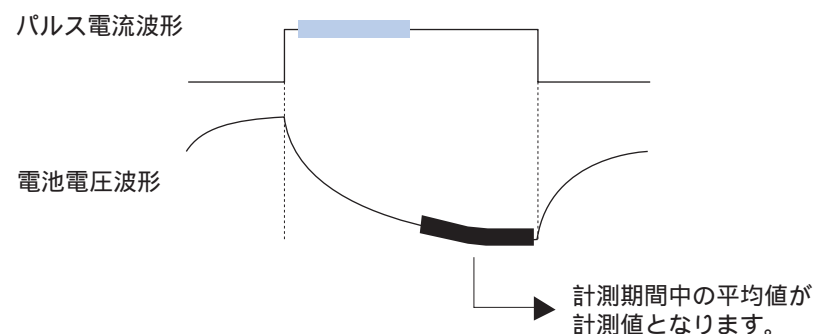

図 A-8 計測期間中に電圧が変動している場合
- 図 A-8 のようにパルス電流の変化に対し電池電圧の変動が大きい場合、電圧計測値は変換期間内の平均値を返します。